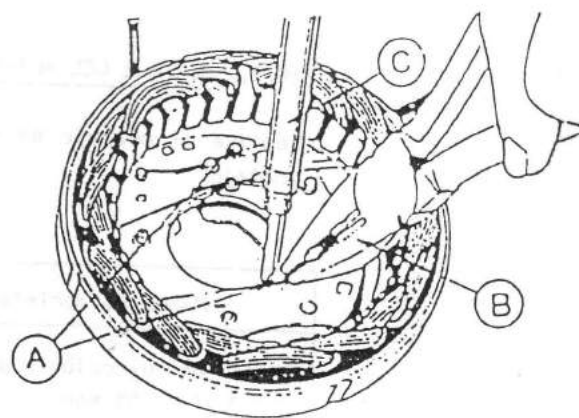

Fig. 10.50
- 3.- Cuando se vuelva a soldar las conexiones del estator en el conjunto de diodos utilice unos alicates para actuar como protector térmico, con el fin de reducir la propagación de calor hacia los diodos. (Fig. 10.50)